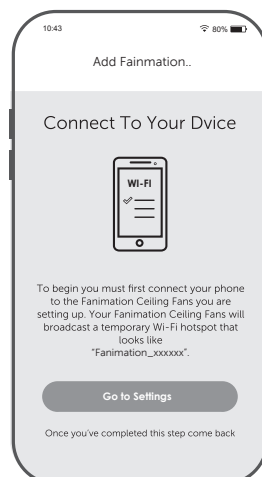

Figura 5
- ☐ **5.** Instale las pila de 3V en el transmisor del mando a distancia. Mientras el ventilador esté apagado. (Figura 5)
- ☐ 5. En este paso, el receptor WiFi de su ventilador de techo debe estar instalado y dentro del rango de su router WiFi. Con la App abierta, seleccione “añadir dispositivo”. (Figura 5)